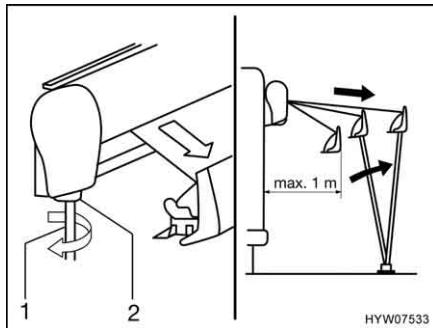

Fig. 29 Estrazione della tenda
- Inserire la manovella (Fig. 29,1) nel supporto a baionetta (Fig. 29,2) della tenda e girarla in senso antiorario.